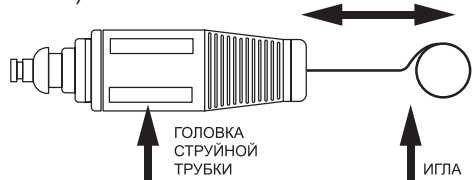

Рис. 15 Чистка форсунки головки струйной трубки
4. С помощью иглы для чистки форсунки (поставляется в комплекте) прочистите форсунку струйной трубки (Рис. 15).